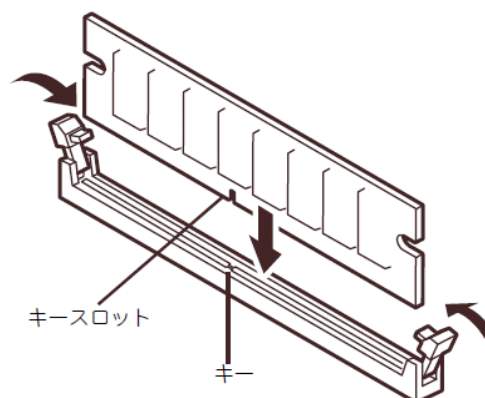

図2
(4) メモリの実装手順
- a. メモリには誤挿入防止用の切り欠きがありますので、コネクタの極性と切り欠きを同一方向に合わせます（図2参照）。